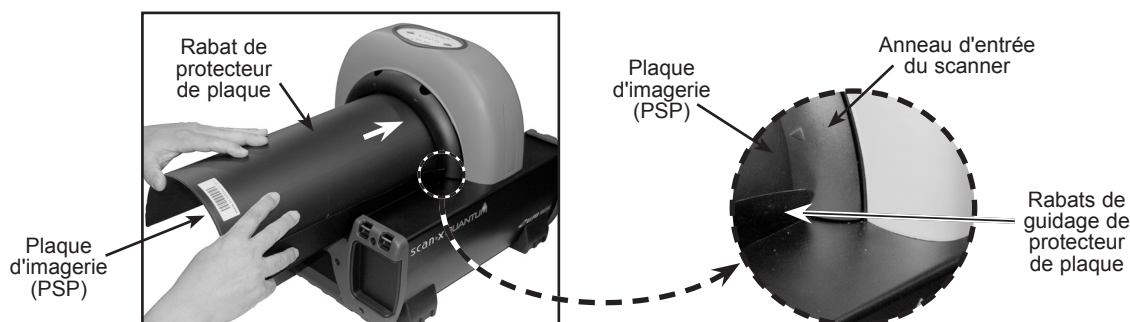

Figure 10. Ajouter une plaque d'imagerie
3. Comme le montre la figure 10, positionnez le protecteur de plaque contenant la PSP contre la surface d'entrée incurvée et maintenez-le contre l'entrée du scanner. Un protecteur de plaque contenant une PSP exposée plus étroite que 14 pouces peut être centré sur l'entrée du scanner, en veillant à ce qu'il soit aligné.